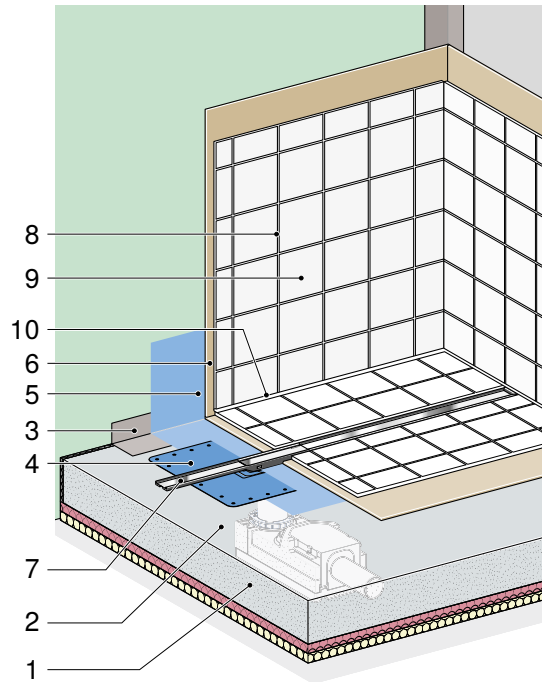

Abbildung 48: Beispiel einer Abdichtung bodenebener Duschen mit Geberit Duschrinne CleanLine
- Für die Ausführung mit Klebeflansch ist eine gut klebefähige Oberfläche vorzusehen, z. B. ABS oder Kunststoff mit integriertem PP-Vlies, Edelstahl oder Polymerbeton. Die Dichtmanschette wird auf den Klebeflansch wasserdicht aufgeklebt (siehe Beispiel in → Abbildung 48 und 49).